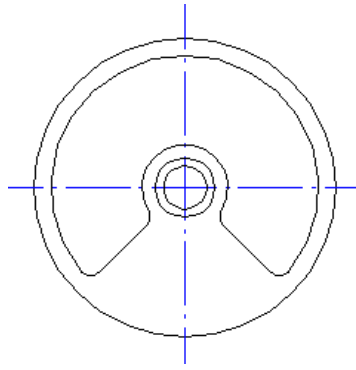

Рисунок 1.8 – Побудова вигляду зліва (третій етап)
- Ваше креслення повинне виглядати таким чином (рис. 1.8):